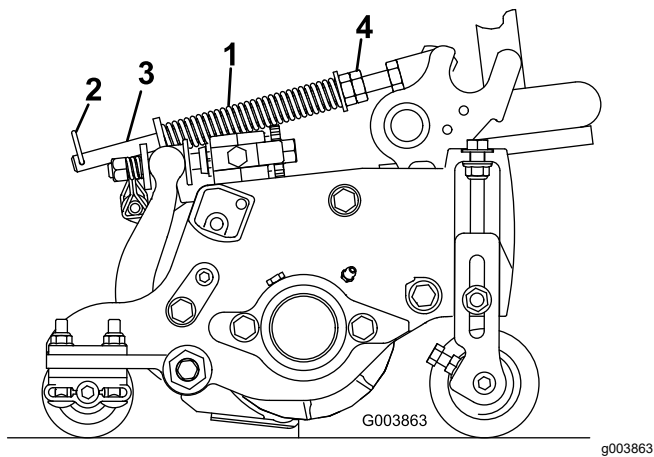

Figura 53
El muelle de compensación del césped (Figura 53) transfiere el peso del rodillo delantero al rodillo trasero. Esto ayuda a reducir el patrón de ondulación en el césped.
1. Asegúrese de que el pasador de horquilla esté instalado en el taladro trasero en la varilla del muelle (Figura 53).
- Apriete las tuercas hexagonales del extremo delantero de la varilla del muelle hasta que la longitud comprimida del muelle sea de 15,9 cm; consulte Figura 53.